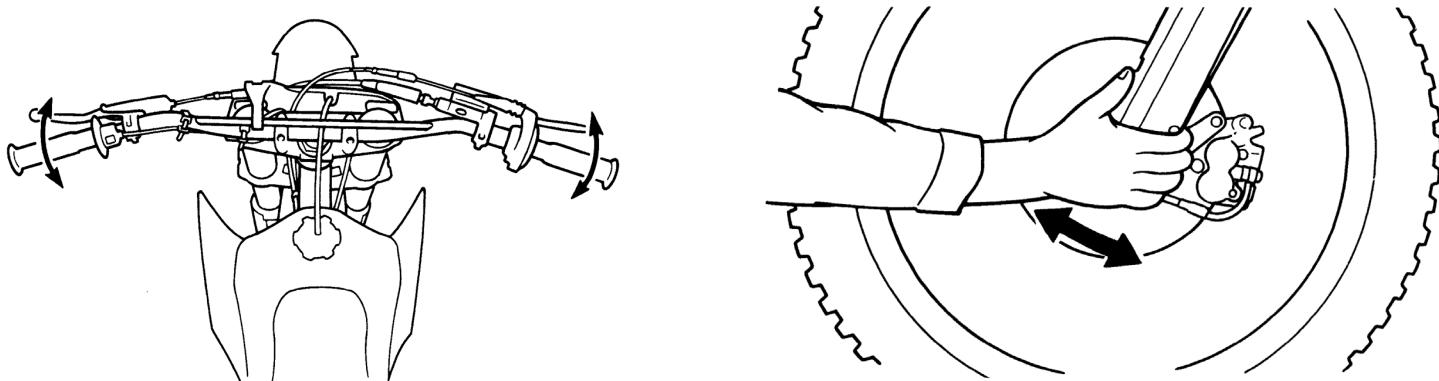

Рисунок 5.27. Проверка рулевой колонки.
2. Встаньте перед питбайком. Возьмитесь за вилку в районе передней оси (рис. 5.27) и потянните вилку по направлению к двигателю и обратно несколько раз. Если подшипники изношены, Вы почувствуете люфт или даже услышите щелчок / глухой удар.